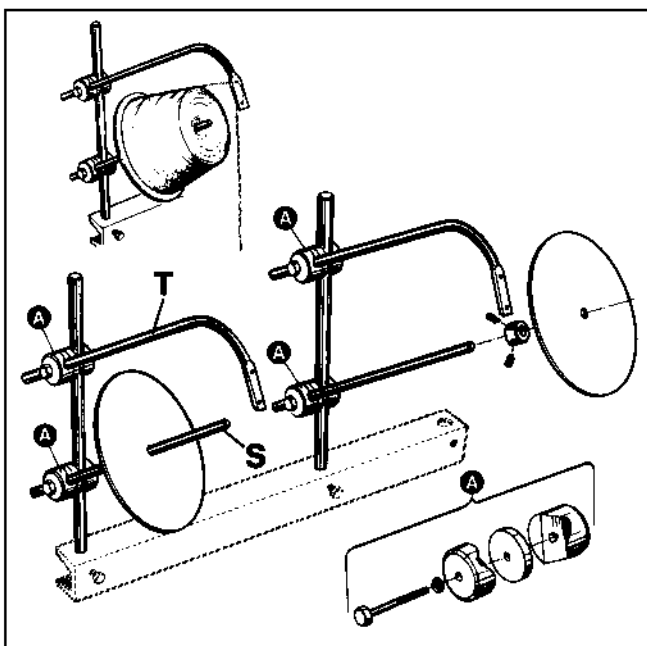

Fig. 5
Take the components of the thread stand from the accessories and assemble it as shown in Fig. 5. Choose the distance between spool pin (S) and thread guide (T) according to the size of the used cones of sewing thread.
Nehmen Sie die Einzelteile für den Fadenständer aus dem Zubehör und montieren Sie diesen wie in Fig. 5 gezeigt. Wählen Sie den Abstand zwischen Spulenstift (S) und Fadenführung (T) entsprechend der Größe der verwendeten Garnrollen.